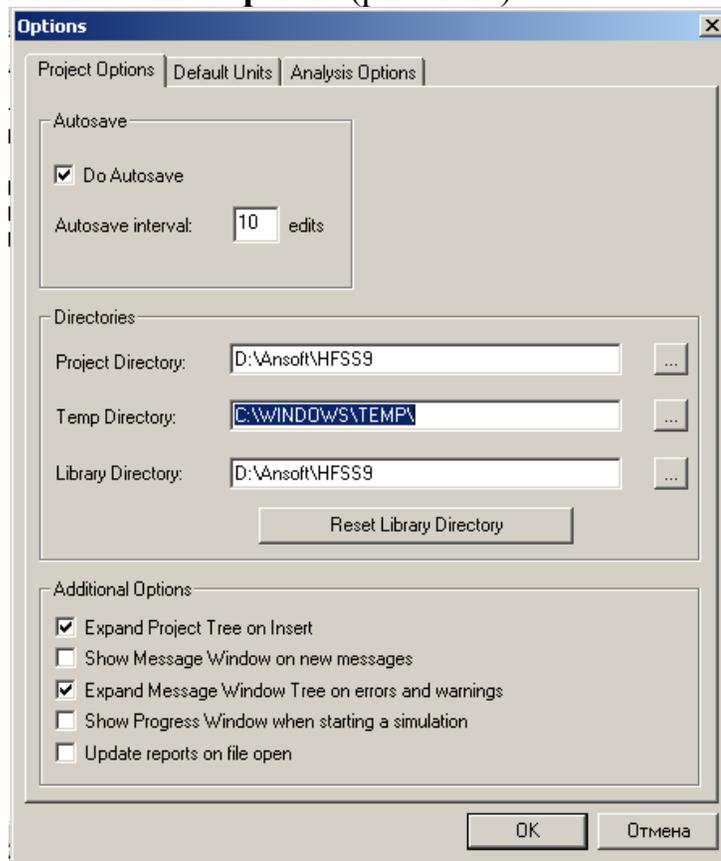

Рис. 1.16. Закладка опций проекта
1. В меню **Tools**, укажите на **Options**, и затем нажмите **General Options**. Появляется диалоговое окно **Options** (рис. 1.16).